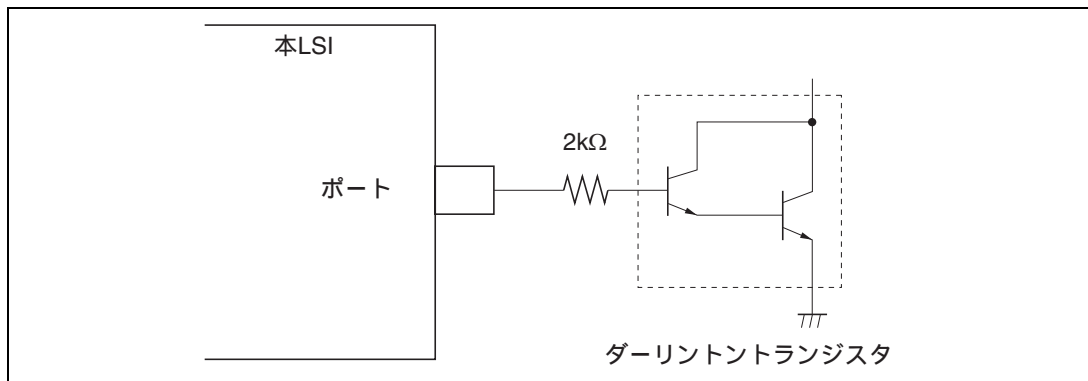
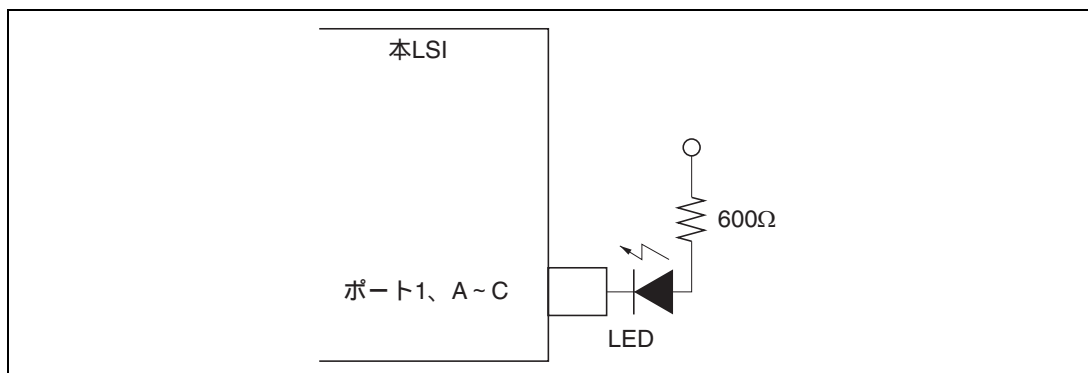

図 19.1 ダーリントトランジスタ駆動回路例
図 19.2 LED 駆動回路例
2. ダーリントトランジスタや、LED を直接駆動する場合には、図 19.1、図 19.2 に示すように、出力に必ず電流制限抵抗を挿入してください。